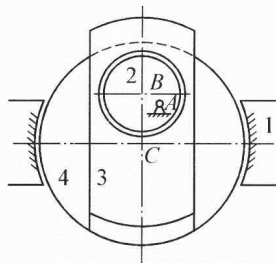

图 2-8 偏心轮机构
2.5.5 试绘制图 2-8 偏心轮机构的运动简图,并计算其自由度。